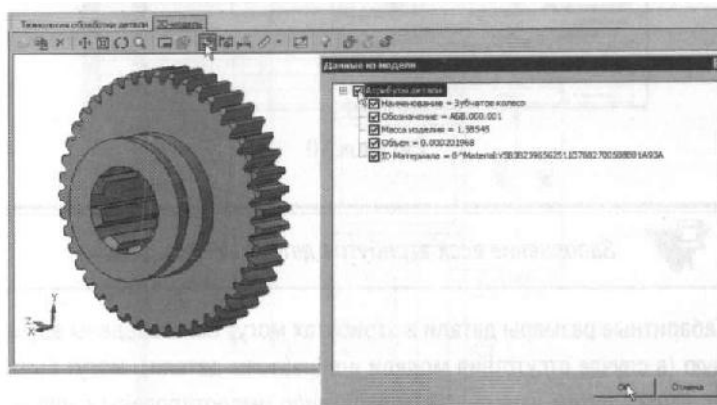

Рисунок 9
6. Нажмите кнопку  **Получить данные с модели**. Поставьте галочку в ячейке **Атрибуты детали** и нажмите **ОК** (рис. 9). Если какой-либо атрибут не нужен, достаточно снять галочку в соответствующей ячейке.